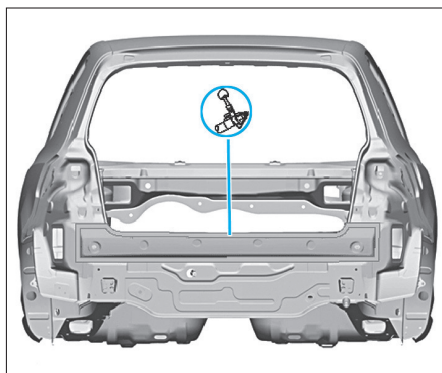

FIG. 147
- Dépointer les soudures supérieures du longeron avant (Fig.147).